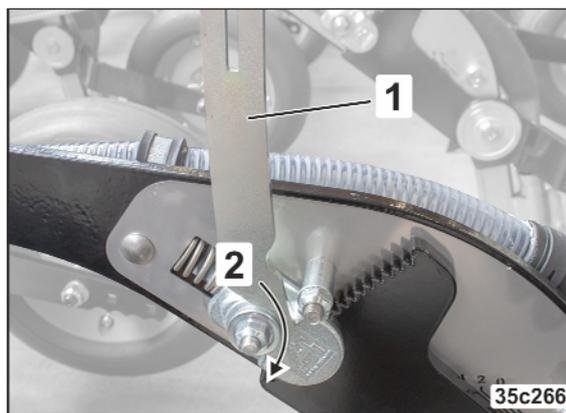

Рис. 175
2. Вложите инструмент (Рис. 175/1) в приспособление для регулировки (Рис. 175/2).